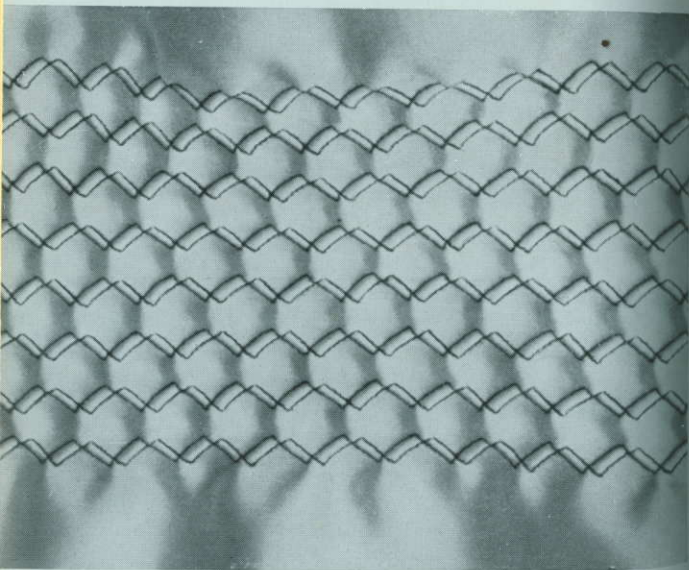

Fig. 84
i) Snijd tenslotte de stof tussen de twee rijtjes zigzagsteken open met het speciaal voor dit doel bestemde tornmesje (fig. 84).
Men stikt dan het eerste randje en daarna het tweede, terwijl men ervoor zorgdraagt, dat de rechtse en linkse uitslag van de randjes precies tegenover elkaar uitkomen, zodat er ruitjes ontstaan. Dit kan men zovaak herhalen als men het smockwerk breed wenst. (Zie ook fig. 84).